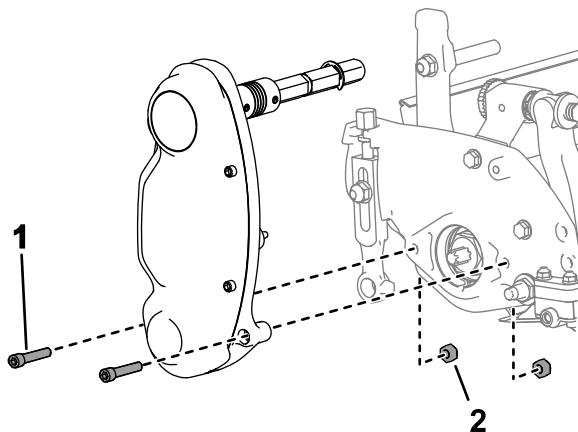

图 13
- 卸下将滚刀驱动组件固定到侧板上的五金件图 13。
- 从侧板内部拆下螺母图 13。